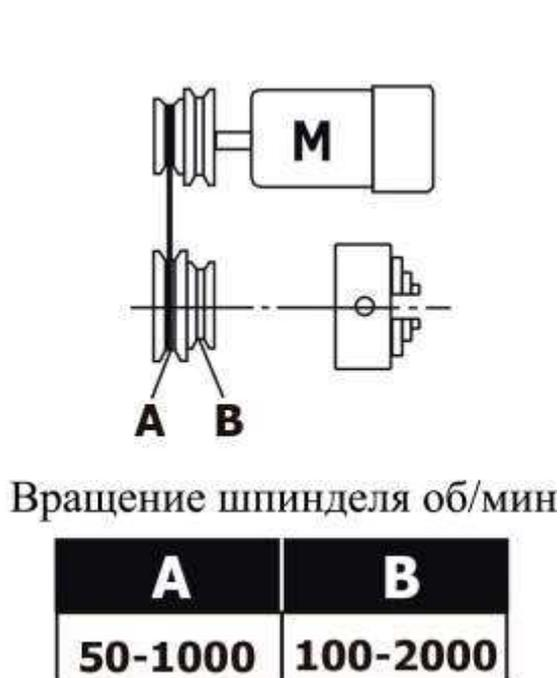

Рисунок 12
- Переведите клиновой ремснь в нужное положение (А или В, рисунок 12).